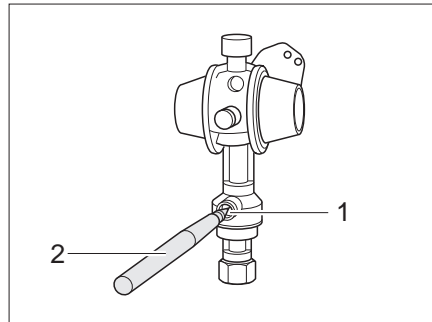

Bild 161 Crash-Sensor
- Mit einem Stift (Bild 161,2) den Entsicherungsknopf (Bild 161,1) mehrere Sekunden eindrücken.